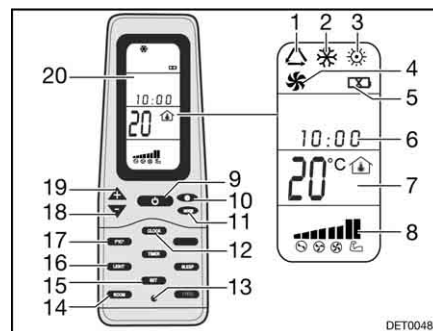

Fig. 214 Controle remoto
- Prima a tecla ON/OFF (Fig. 214,9).
- Prima a tecla "Mode" (Fig. 214,11) tantas vezes até ser mostrado o modo de serviço pretendido (Fig. 214,1, 2, 3 ou 4) no display (Fig. 214,20).
- Com as teclas "+" (Fig. 214,19) e "-" (Fig. 214,18), regule a temperatura pretendida.
- Com a tecla Velocidade do ventilador (Fig. 214,10) escolha o nível pretendido do ventilador.